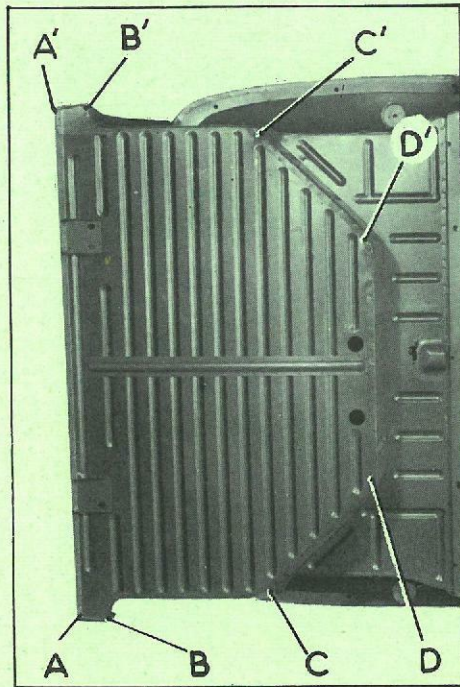

Fig. 1
- BC et symétriquement (fig. 1)
- KL et symétriquement (fig. 1)
- LC et symétriquement (fig. 1)
- AB et symétriquement (fig. 1),